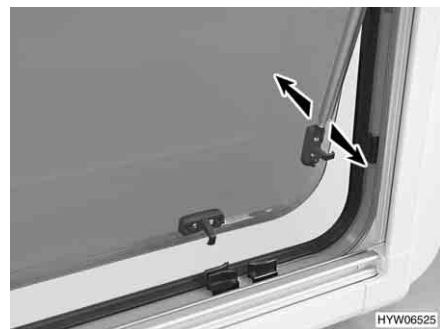

Fig. 49 Finestra apribile con deflettore automatico
- Aprire la finestra apribile fino al punto di arresto desiderato. Il deflettore automatico (Fig. 49) si innesta automaticamente in posizione.